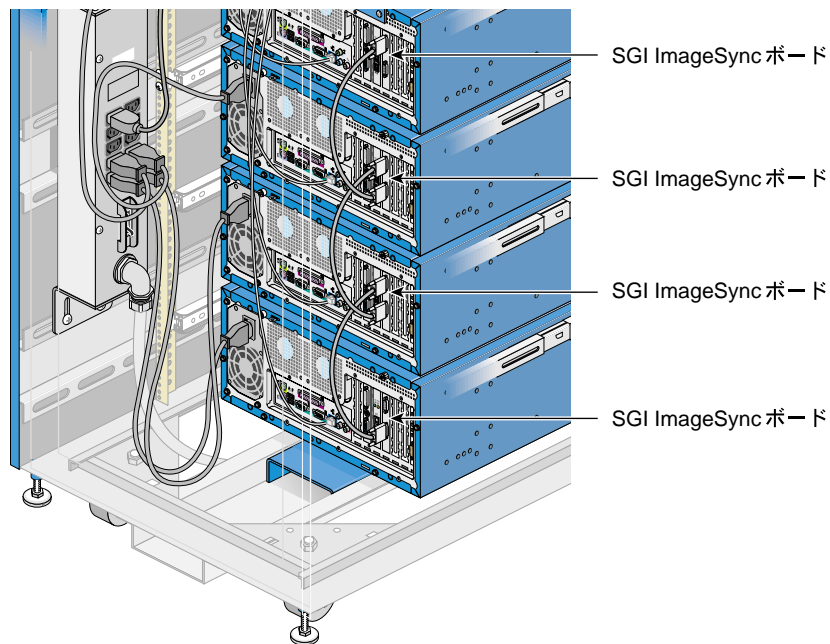

図 4-4 外部 SGI ImageSync ケーブルの取り外し、SGI Graphics Cluster Series 12 システム
5. SGI Graphics Cluster Series 12 システムの場合、ノード外部の SGI ImageSync コネクタからデジチェーンのケーブルを外します (図 4-4 を参照)。チャンネルノードは、上下のノードにデジチェーンで接続されています。